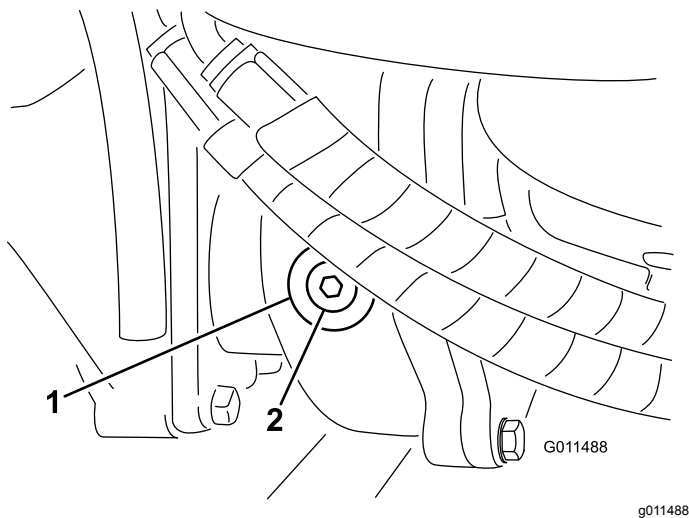

Figura 18
2. Togliete il tappo di controllo/riempimento dal lato sinistro del riduttore e verificate che il lubrificante raggiunga la base del foro (Figura 18).